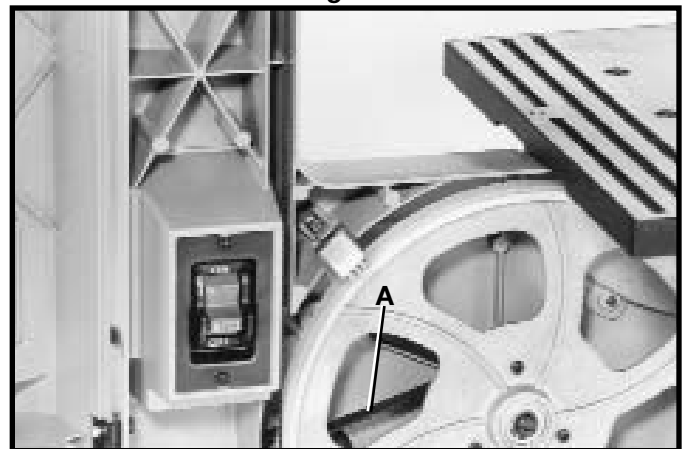
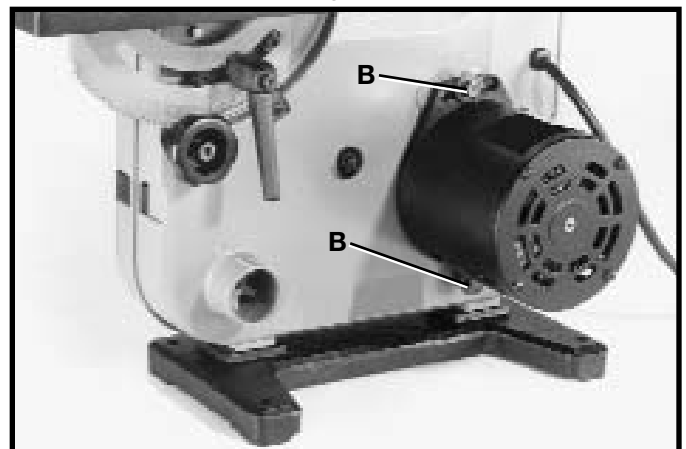

Fig. 29
Fig. 30
La correa (A) Fig. 29, acciona la p Polea de la sierra desde la polea del motor. La tensión correcta de la correa (A) es cuando hay una deflexión de aproximadamente 1/4 pulg. en el tramo central de la correa (A) presionando ligeramente con el dedo. Si la tensión de la correa requiere ser ajustada, afloje los dos tornillos (B) Fig. 30, y gire el motor en la manera correspondiente. Apriete los tornillos (B) cuando el ajuste haya sido completado.